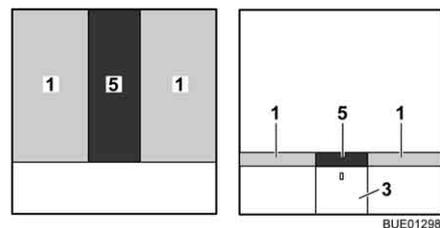

Fig. 109 Después de la transformación
- Colocar el cojín adicional (Fig. 109,5) entre los colchones (Fig. 109,1).